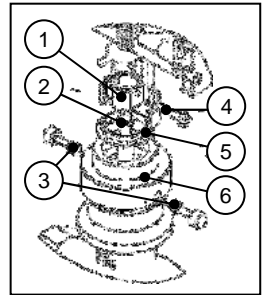
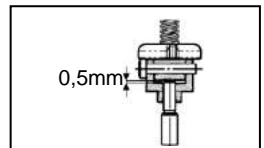
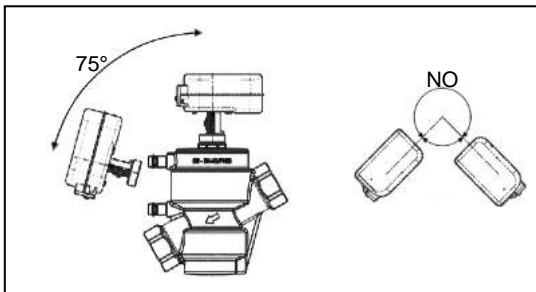

Fig.2
Fig.3
Fig.4
I modelli KA9705B03.800, KA9705B04.800 e KA9705B05.800 sono forniti con un adattatore (Fig.2):
- Avvitare il controdado (2) sullo stelo della valvola;
- Avvitare il dado esagonale (1) quindi bloccarlo con il controdado (Fig. 3);
- Inserire il giunto (6) sul collo della valvola ed avvitare a fondo le viti (3);
- Inserire il collare (5) nel foro della ghiera filettata dell'attuatore fino ad incastrarlo nel basamento in plastica;
- Avvitare la ghiera filettata dell'attuatore sul giunto (6);
- Allineare lo spintore dell'attuatore con il foro del dado (1) e bloccare con la vite (4). Utilizzare il comando manuale per allineare i fori (fare riferimento al paragrafo "sblocco manuale").
Rispettare le indicazioni di orientamento di Fig.4.
*Models KA9705B03.800, KA9705B04.800 and KA9705B05.800 are provided with an adaptor (Fig.2):*
- *Screw the locknut (2) onto the valve stem;*
- *Screw the hex nut (1) then secure it with the locknut (Fig. 3);*
- *Insert the joint (6) onto the valve neck and use the screws (3) to fix it (screw them down completely);*
- *Insert the ring collar (5) into the hole of the actuator ring nut;*
- *Screw the actuator collar over the joint (6)*
- *Align the actuator spindle slot with the hole in the hex nut (1) and then connect it with the bolt (4). To align the holes, operate the actuator manually (please refer to "manual override" paragraph).*
*Please orient the actuator according to the indications given in Fig.4.*